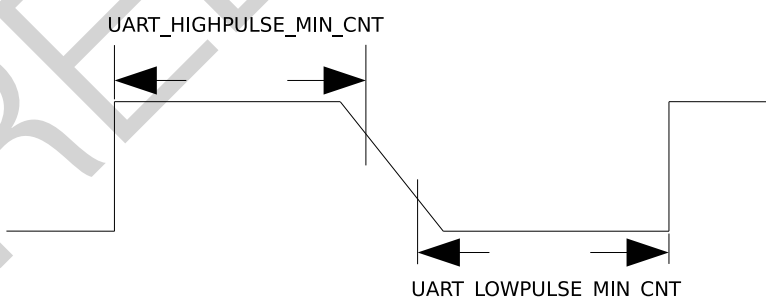

图 25-4. UART 信号下降沿较差时序图
2. 对于 UART 信号的下降沿信号比较差的情况, 如图25-4所示, 这时通过取 `UART_LOWPULSE_MIN_CNT` 与 `UART_HIGHPULSE_MIN_CNT` 的和平均得到的值不准确, 可以通过 `UART_POSEDGE_MIN_CNT` 获取发送方波特率。计算公式如下: